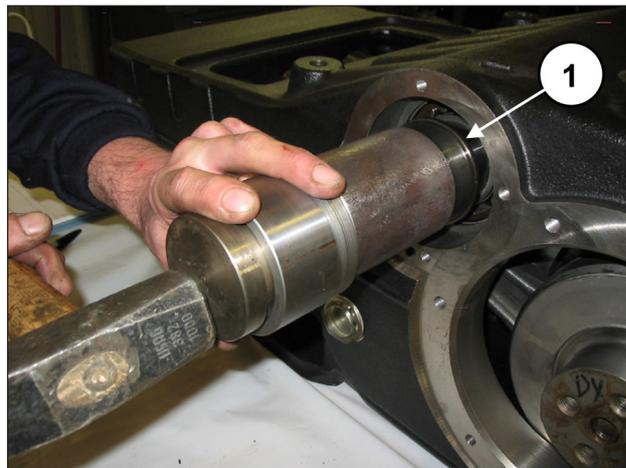
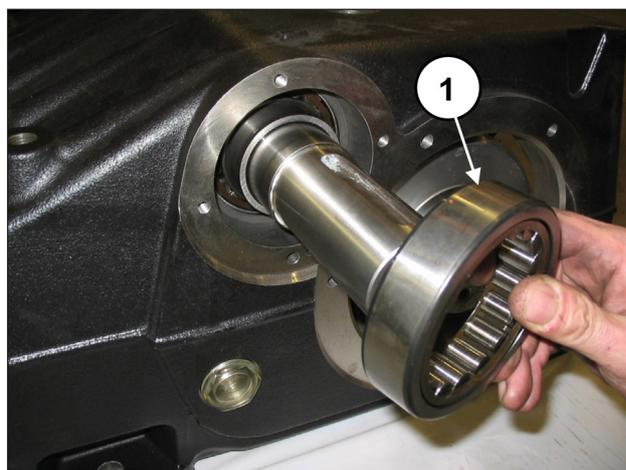
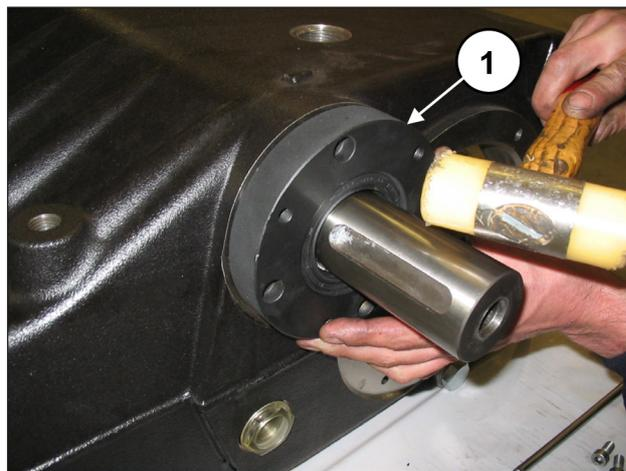
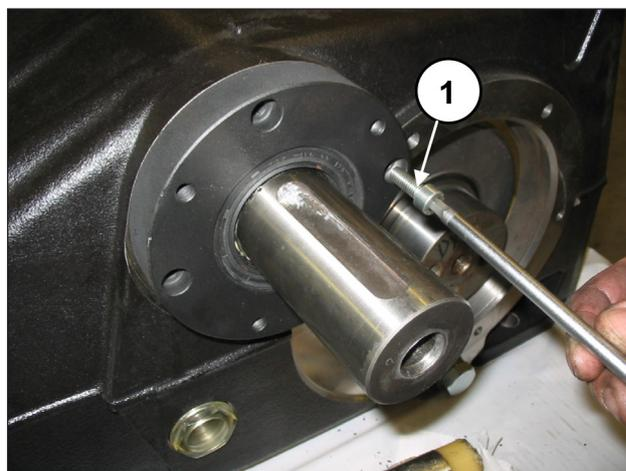

Fig. 62
Fig. 63
Fig. 68
Fig. 69
Introducir la anilla interna (pos. ①, Fig. 62) y la anilla externa (pos. ①, Fig. 63) de un cojinete desde un único lado de la bomba.
Montar una de las tapas del cojinete PTO (derecha o izquierda) en el cárter de la bomba (pos. ①, Fig. 68) y fijarla con los 4 tornillos M8x30 (pos. ①, Fig. 69).
Repetir las operaciones en el lado opuesto. Introducir la anilla interna (pos. ①, Fig. 62) y la anilla externa (pos. ①, Fig. 63) del último cojinete. Montar la segunda tapa del cojinete PTO en el cárter de la bomba (pos. ①, Fig. 68) y fijarla con los 4 tornillos M8x30 (pos. ①, Fig. 69). Ajustar los 4+4 tornillos con la llave dinamométrica como se indica en el capítulo 3. Premontar las dos tapas portacojinete: